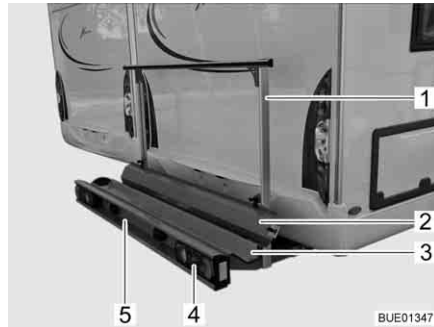
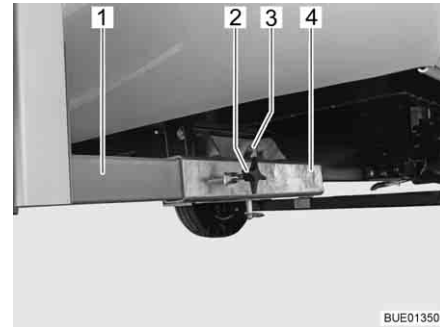

Bild 9 Lasthållare
Bild 10 Fäste på fordonet
Lasthållaren (Bild 9) är avsedd för en motorcykel eller en moped med en vikt på upp till 130 kg.
- Bärplatta (Bild 9,3) och hållbygel (Bild 9,1) med fäste på fordonet (Bild 10)
- Bakljus (Bild 9,4)
- Numnerplåtsbelysning (Bild 9,5)
- Uppkörningssskena (Bild 9,2)
Lasthållarens två längsgående balkar (Bild 10,1) fixeras med vingskruvar (Bild 10,2) i fyrkantfästena (Bild 10,4) i fordonsgolvet. Lasthållaren säkras med en sprint (Bild 10,3) med låsring.